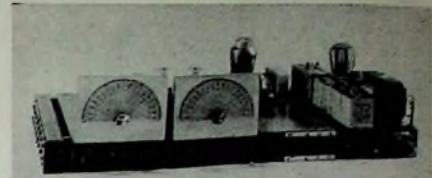

Bild 34 Zweikreis-Geradeaus-Empfänger aus den Einheiten D - C - B
- Zweikreis Geradeausempfänger Einheiten D — C — B — A nach Bild 34 und 35 zusammenstecken. Handregulierung bei Einheit D einschalten, 7—11 und 5—14 durch Kurzschlußstecker verbinden.